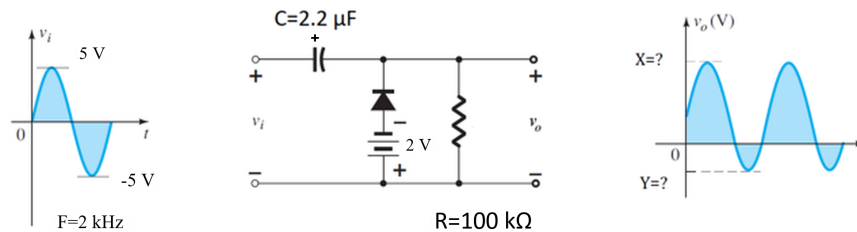

Figura 4. Circuito sujetador.
- i. Construya el circuito de la figura 4. Configure W1 como señal sinusoidal de 5 V pico y 2 kHz. La batería se sustituye por la fuente V- de la tarjeta ajustada a -2 V, conectada al ánodo
2. En el sujetador de la figura 4, ¿qué le pasaría a la señal de salida si la resistencia fuera de $100\ \Omega$ en lugar de $100\ \text{k}\Omega$? Justifíquelo con la condición $5RC \gg T/2$.
3. En el sujetador de la figura 4, ¿qué valores tomarían X e Y si la fuente V_- de -2 V se sustituyera por V_+ a 2 V? Justifique su respuesta.